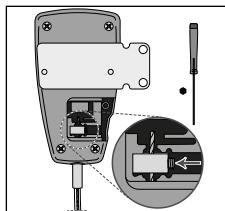

Fig. 6
5. Desserrez avec la clé Allen la vis de sécurité du bloc d'extrémité de deux à trois tours et retirez le bloc de câble intérieur (Voir Fig. 6).